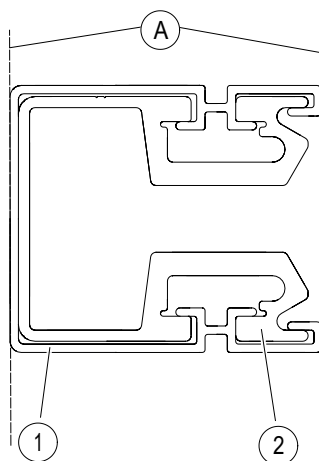

Abb. 34: Isolierprofil (1), Aluminiumschiene (2) und Fläche zum Spannen (A)
- Isolierprofil und Aluminiumschiene separat und rechtwinklig mit einer Kappsäge absägen. Die Spannfläche A (siehe Abb. 34) verwenden, damit das Innere der Aluminiumschiene nicht deformiert wird.